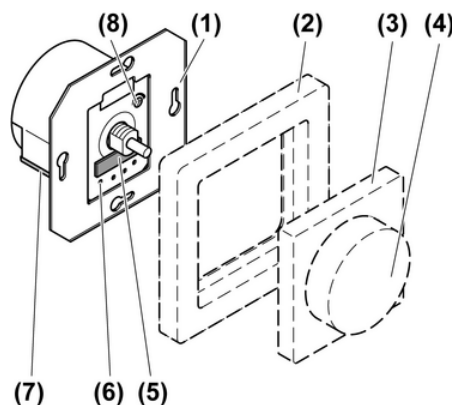

Рис.1: конструкция прибора
- Установите уровень минимальной яркости с помощью регулятора (8) (Рис.1).